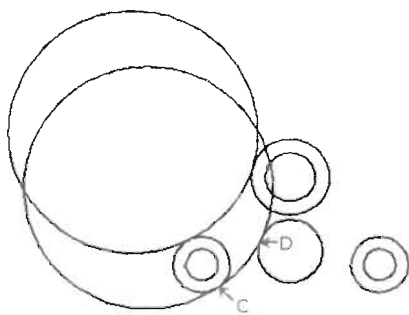

图 4-163
(2) 继续单击“绘图/圆/相切、相切、半径”菜单命令,绘制如图4-163所示的切圆,命令执行过程如下。